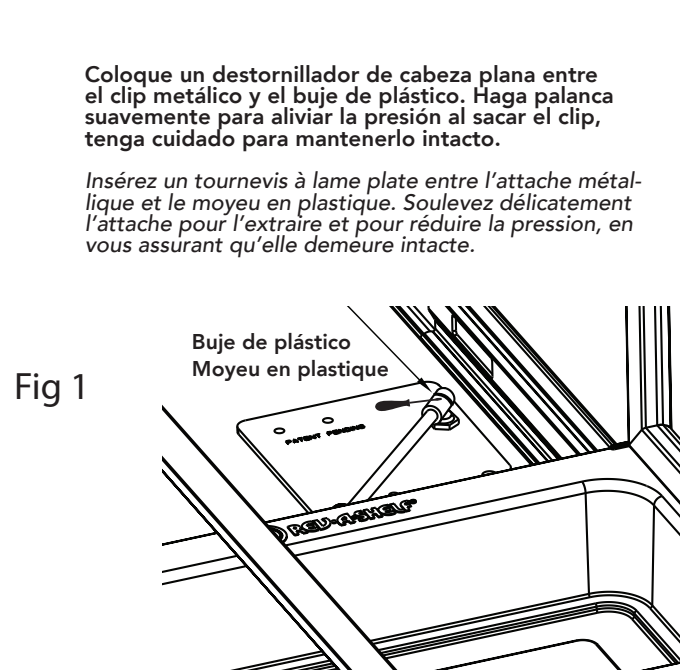

Fig 1
- 2) Use the #8 x 3/4" Phillips head screws provided to secure the unit to the floor. The slide system can be separated if necessary to aid in installation, but removal is not required (See Fig 1 and Fig 2).
Utilisez les vis cruciformes no 8 de 3/4 po (1,9 cm) fournies pour fixer l'unité au plancher. Vous pouvez détacher le système de coulisse au besoin pour faciliter l'installation, mais il n'est pas nécessaire de le retirer (voir la Fig. 1 et la Fig. 2).